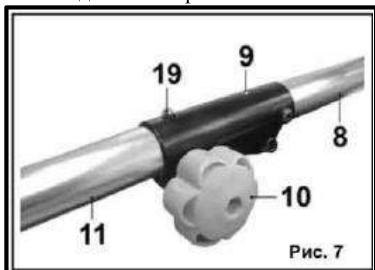

Рис. 7
7.4. Соединение верхней и нижней штанг (Рис.7).